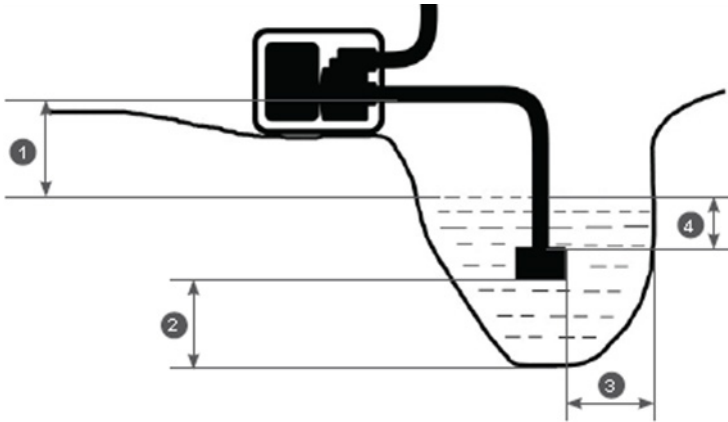

Рис. 16 Расположение мотопомпы и всасывающего фильтра
1. Установите мотопомпу вблизи водоема (емкости) на твердую ровную горизонтальную поверхность, опустите всасывающий рукав с установленным фильтром в водоем (емкость), обеспечив вертикальное положение фильтра. При расположении всасывающего рукава с установленным фильтром соблюдайте все требования, указанные на Рис. 16.
2. Необходимо установить мотопомпу как можно ближе к водоему. Чем меньше высота расположения мотопомпы по отношению к уровню забора воды (Рис. 16 п. 1), тем быстрее происходит всасывание жидкости и выше производительность насоса.
Не превышайте высоту расположения мотопомпы по отношению к уровню забора воды (Рис. 16 п. 1).
- В процессе выкачивания воды из водоема (емкости) уровень воды в водоеме (емкости) будет естественным образом понижаться. Если требуемые расстояния (Рис. 16 п. 2, 3, 4) между всасывающим фильтром и стенками, и дном водоема (емкости) не соблюдаются, выкачивание воды следует прекратить.